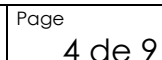

Fig. 1
2.5. Attacher toujours l'étiquette d'avertissement "NE PAS UTILISER" au levier de commande de l'outil de travail dans la cabine quand vous procédez à l'entretien ou installer les options spéciales. N'enlevez pas l'étiquette aussi longtemps que le travail n'est pas encore terminé, Étiquette d'avertissement, n° de référence 2010-D1-0002, voir la Fig. 1.